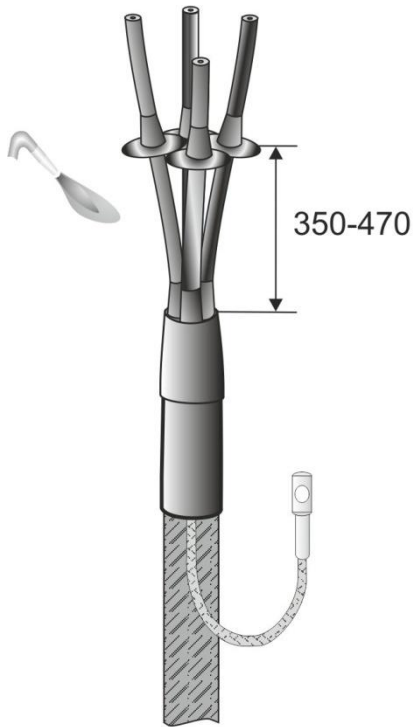

Рис.8
7. В случае наружной установки надвинуть “фазные” изоляторы на расстоянии, указанном на Рис.8, и усадить по 1 изолятору на каждую жилу.